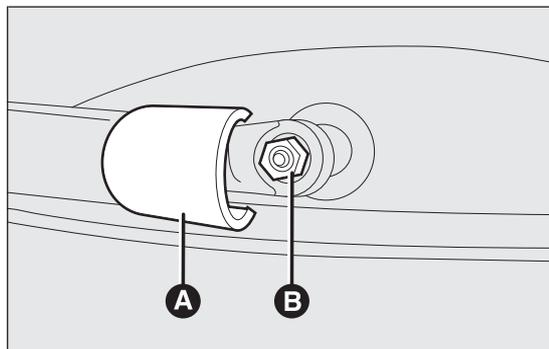

fig. 163
- soulever la protection A fig. 163 et démonter le bras de la voiture, en dévissant l'écrou B fig. 163 qui le fixe à l'axe de rotation ;